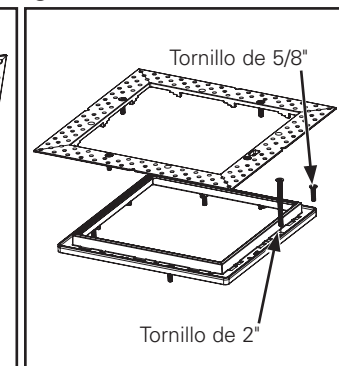

Figura 6.
1. Afloje y extraiga los (4) tornillos de conexión. Extraiga el marco perforado de la unidad.
2. Extraiga los (4) tornillos para techos de 5/8" y reemplácelos por los tornillos de montaje de 2". (Figura 6.)